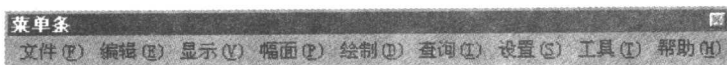

图 1.4 “菜单条”
(1) 主菜单区。主菜单位于屏幕的顶部。它由一行菜单条及其子菜单组成,菜单条包括文件、编辑、显示、幅面、绘制、查询、设置、工具和帮助,如图 1.4 所示。每个部分都含有若干个下拉菜单。
(2) 立即菜单区。立即菜单描述了该项命令执行的各种情况和使用条件。根据当前的作图要求,正确地选择某一选项,即可得到准确的响应。